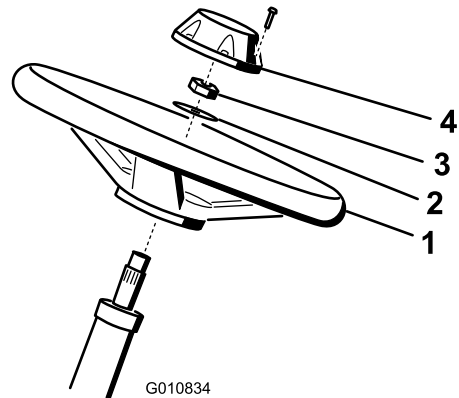

图4
1. 将方向盘滑入转向轴 (图4)。
2. 将垫圈滑入转向轴 (图4)。
3. 使用锁紧螺母将方向盘固定到转向轴上，上紧扭矩至 27~35N·m (图4)。
4. 将中心盖安装到方向盘上，并用 6 个螺栓固定 (图4)。